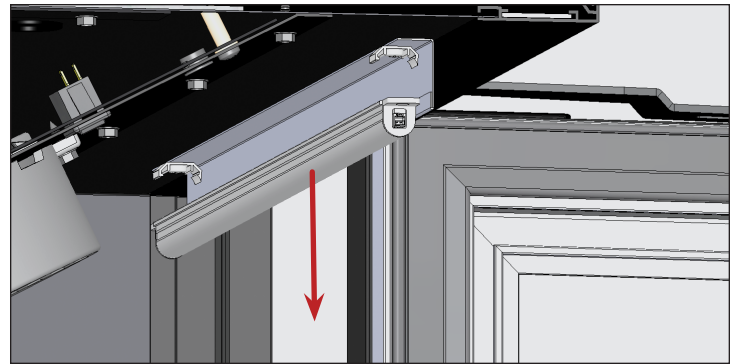

Fig. 1. Soltar el módulo LED de sus soportes.
2. Retire el módulo LED de los soportes de LED. Véase la fig. 1.